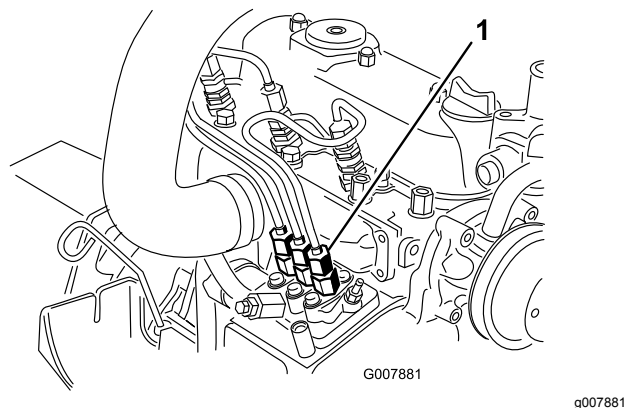

Figura 37
1. Coloque un trapo debajo del conector del tubo que viene desde la bomba de inyección a la boquilla del inyector N° 1, según muestra Figura 37.